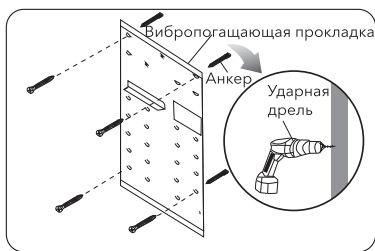

Рис. 3
**1. Крепление установочной панели (с учетом среды), см. рис. 3**